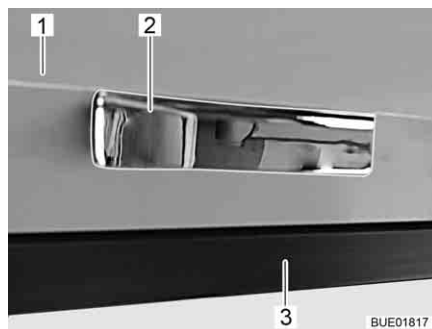

Fig. 75 Abattant de placard avec déverrouillage par pression
- Appuyer l'abattant de placard (Fig. 75,1) avec la poignée (Fig. 75,2) contre le corps de l'armoire (Fig. 75,3). L'abattant de placard est déverrouillé.